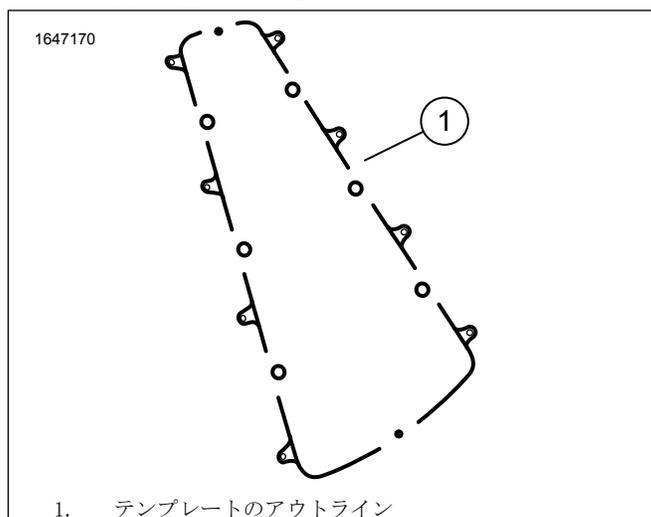

図9。テンプレートアウトライン
2. 図9を参照してください。マーカーを使用して、サドルバッグのマスキングテープの上にドリルテンプレートの外枠(1)をなぞります。
- e. 図9を参照してください。ドリルテンプレートを配置したままの状態、適切なソーを使用して、テンプレートの外枠(1)の外側に沿ってカットします。